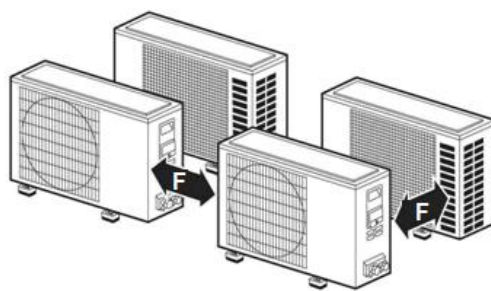

Fig.8
- En cas d'installation de plusieurs unités extérieures, il est indispensable de s'assurer que la distance entre les unités est suffisante pour garantir la bonne circulation de l'air pour chacune des unités et la maintenance (fig. 8 page 71).